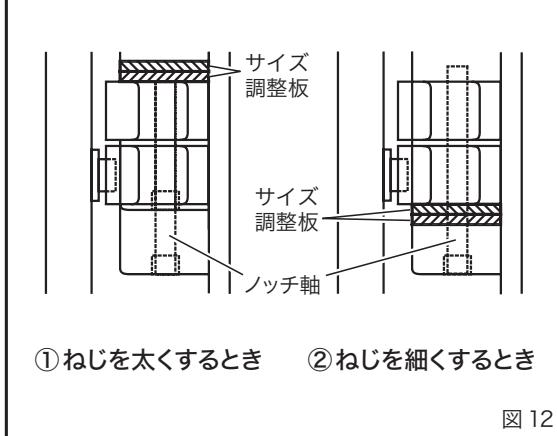

図12
- ①ノッチ軸をマイナスドライバーで緩めます。
- ②位置決めノッチを押さえながらノッチ軸を外します。
- ③位置決めノッチをその下にあるピンとバネが飛び出さないよう、注意しながら外します。
- ④サイズ調整板を図12-①②のどちらかを選び挿入してください。
- ⑤バネ及びピンを切上げブロックの所定の穴に入れ、位置決めノッチで押さえます。
- ⑥ノッチ軸を切上げブロックに通し、位置決めノッチ、サイズ調整板をセットします。
- ⑦マイナスドライバーでノッチ軸をしっかり締め付けてください。